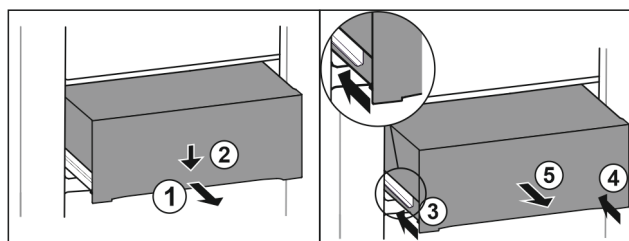

Fig. 108
- Zásuvku napůl vytáhněte. Fig. 108 (1)
- Stlačte zásuvku na přední straně dolů. Fig. 108 (2)
- Zasuňte levou kolejničku přibližně do 2 cm. Fig. 108 (3)
- Zasuňte pravou kolejničku přibližně do 2 cm. Fig. 108 (4)
- Vyjměte zásuvku dopředu. Fig. 108 (5)